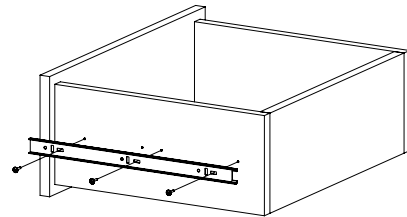

Рис.9
10. Прикрутите ручки к фасадам при помощи винтов М4х20. Закрепите внутренние планки направляющих на деталях 8 и 9 шурупами 3,5х16 (Рис. 9). При необходимости регулировки ящика выкрутите шурупы из круглых отверстий и перекрутите в овальные (продольные и вертикальные) регулировочные отверстия). Не затягивая до конца шурупы, сместите ответную планку вверх-вниз. Затяните шурупы до конца.